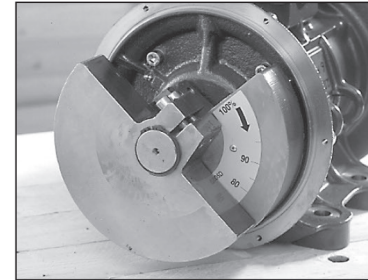

FIG. 15
- per i modelli con le masse a morsa (indicate in Tabella T3 come MASSE TIPO "C" - Fig. 15), allentare la vite di bloccaggio della massa esterna; spostare quest'ultima per ottenere la percentuale di forza centrifuga richiesta e bloccare nuovamente la vite. **L'operazione deve essere eseguita ruotando le masse alle due estremità dell'albero della stessa entità e nello stesso senso.** Una volta eseguita la regolazione bloccare le masse e rimontare i coperchi, facendo attenzione ad interporre, senza danneggiarla, la guarnizione OR.
- for models with clamped steel weights (indicated in Table T3 as WEIGHTS TYPE "C" - Fig. 15), loosen the regulation screw of the external weight and move the external weight to the desired value on the scale and lock the screw of the external weight.
- Für die Modelle mit geklemmten Massen aus Stahl (in Tabelle T3 als MASSEN TYP „C“ dargestellt - Bild 15) lösen Sie die Klemmschraube der äusseren Masse, drehen diese bis zum gewünschten Wert auf der Skala und ziehen die Klemmschraube der äusseren Masse wieder fest.